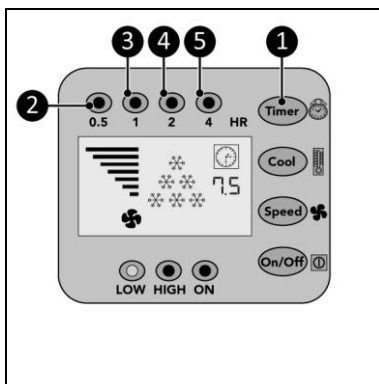

Figur 12
1. Tryck på nedkylningsknappen (figur 12, pos. 1) flera gånger för att ställa in önskad omgivningstemperatur:
- 28 °C, displayen visar en nedkylningsindikering (figur 12, pos. 4).
- 25 °C, displayen visar två nedkylningsindikeringar (figur 12, pos. 3).
- 22 °C, displayen visar tre nedkylningsindikeringar (figur 12, pos. 2).
- <22 °C, displayen visar sex nedkylningsindikeringar (figur 12, pos. 2, 3 och 4).